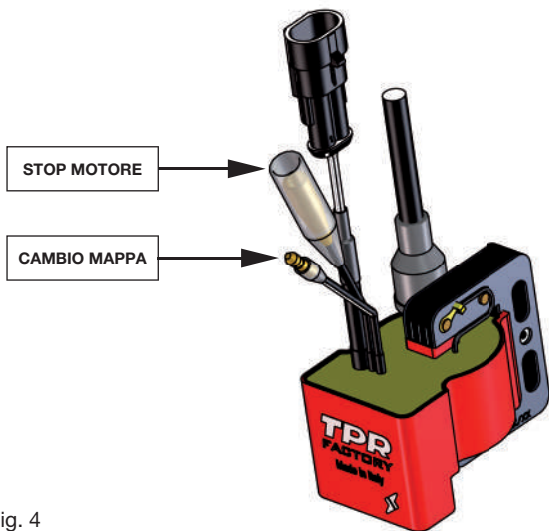

Fig. 4
- Collegare il cavo con connettore femmina (Fig. 4) all'interruttore stop motore.
- Collegare il cavo maschio (Fig. 4) all'interruttore per il cambio mappa (NON fornito nel kit), collegando quest'ultimo a massa; questo collegamento non è indispensabile per il corretto funzionamento dell'accensione a rotore interno.